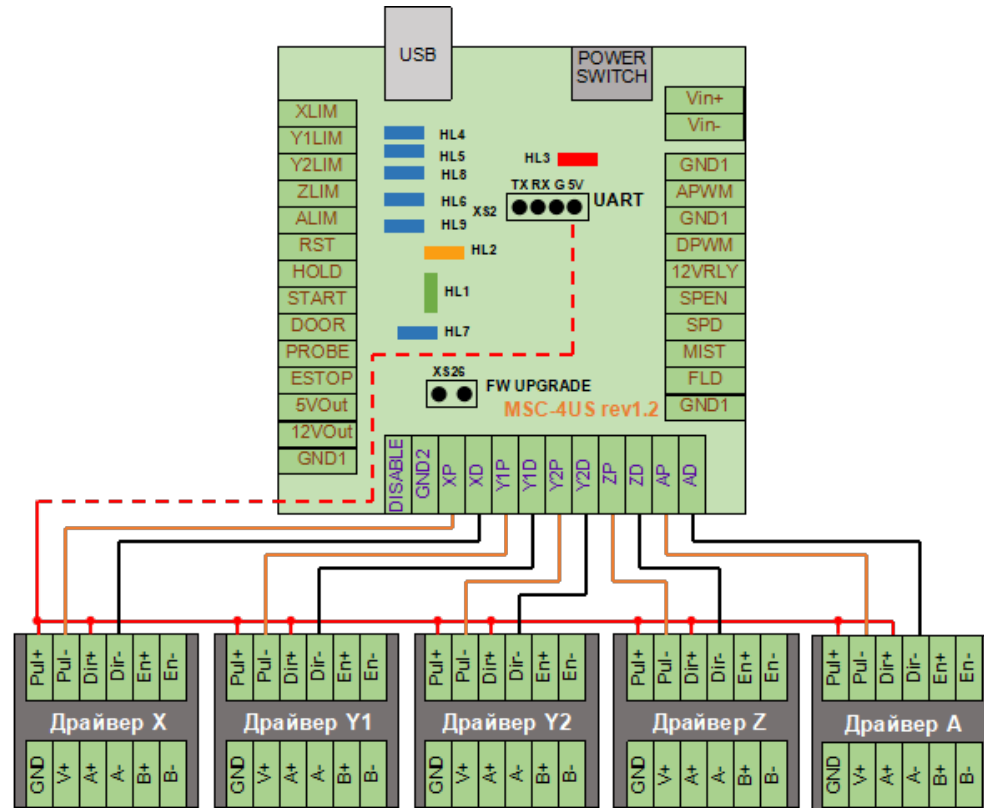
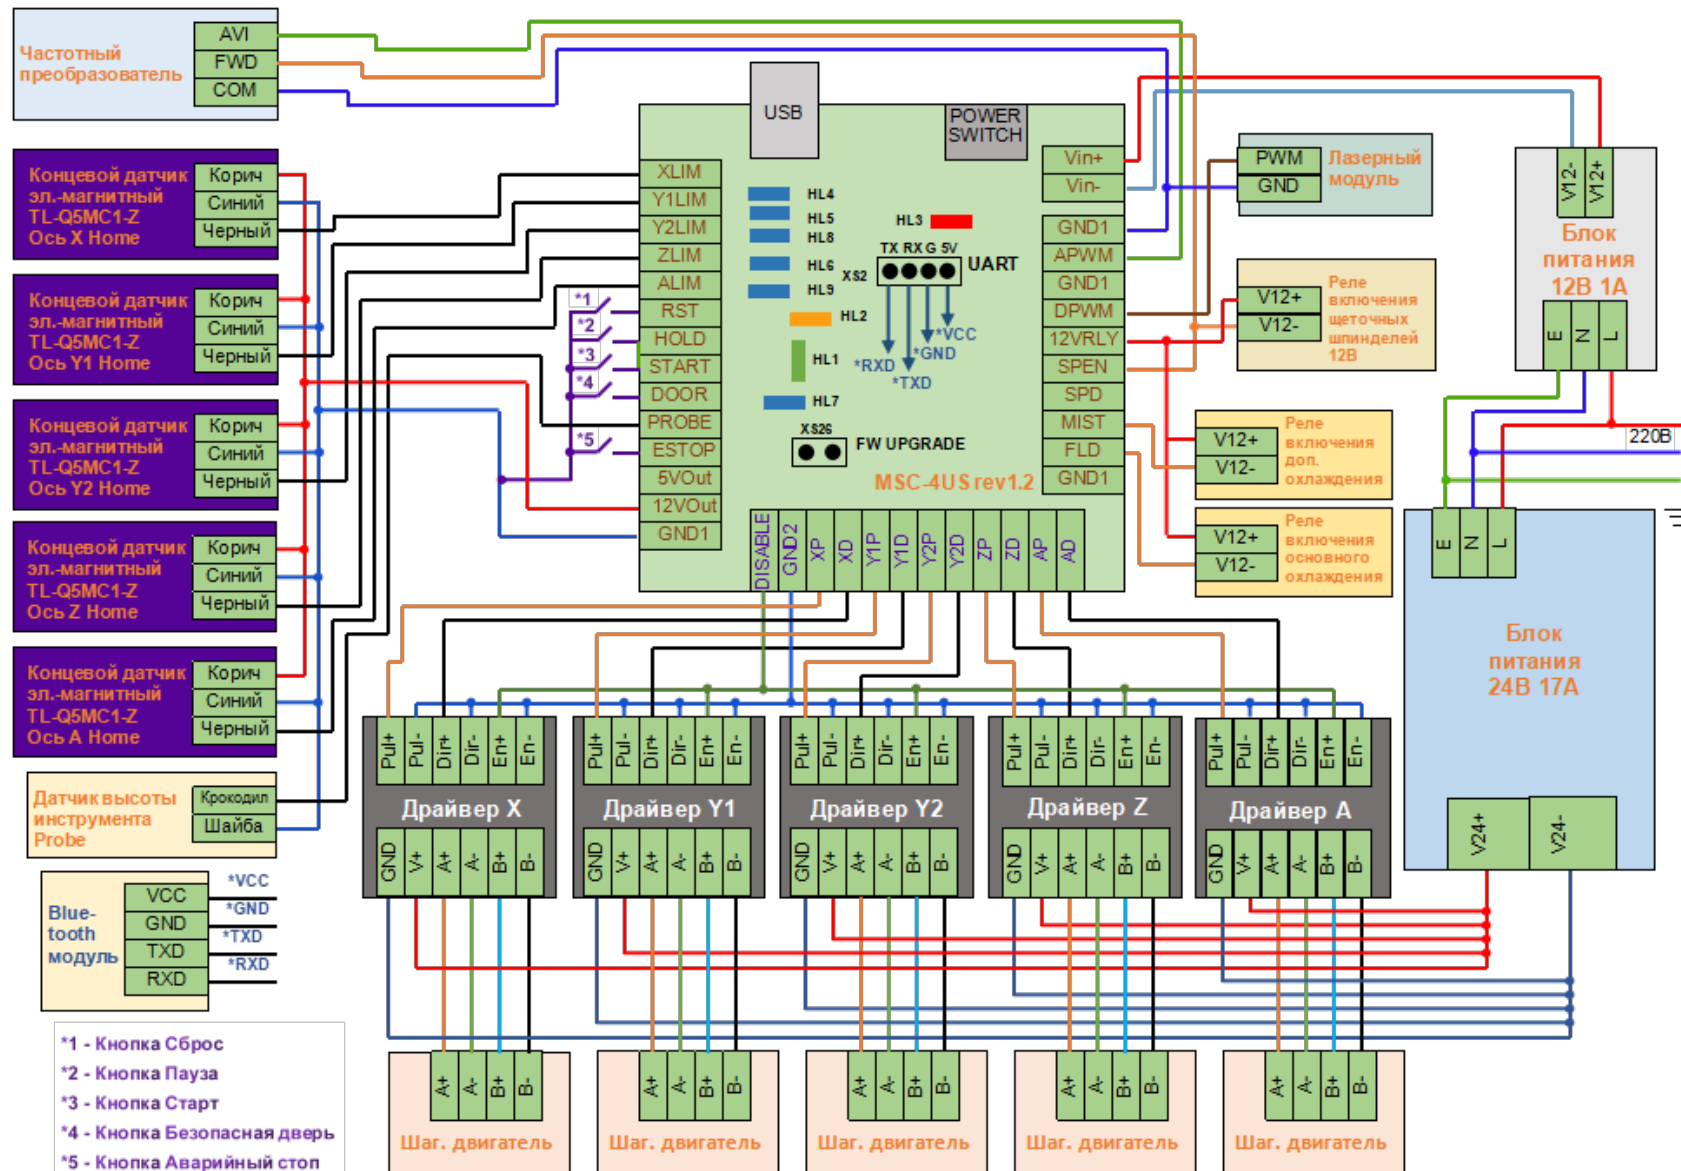

Рисунок 9: Подключение драйвером с общим плюсом и 5В от разъема UART
Рисунок 11: Схема подключения контроллера MSC-4US к станку
*GND2* — общий провод цепей управления шаговыми двигателями. Используется как общий провод при подключении драйвера по схеме с общим минусом. Гальванически изолирован от общего провода *GND1*. На рис.11 представлена типовая схема подключения драйверов по схеме с общим минусом. На рис. 9 и 10 представлены два возможных варианта подключения драйверов по схеме с общим плюсом.
Типовая схема подключения контроллера к станку представлена на рис. 11.